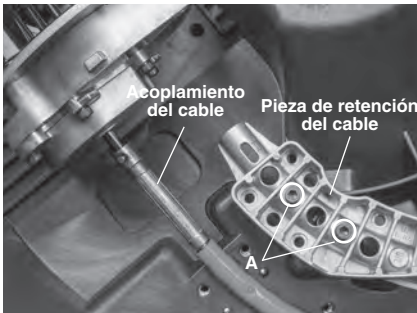

Figura 19 – Instalación del cable
3. Afloje los tornillos de la pieza de retención de la vaina (A) en dos vueltas (Figura 19), sin extraer los tornillos.
4. Quite los sujetadores de la pieza de retención del cable y la pieza de retención (Figura 19).
- Instale los cuatro sujetadores de la pieza de retención del cable, sin apretarlos. Vea la Figura 19. Asegure que la vaina del cable esté a una distancia de